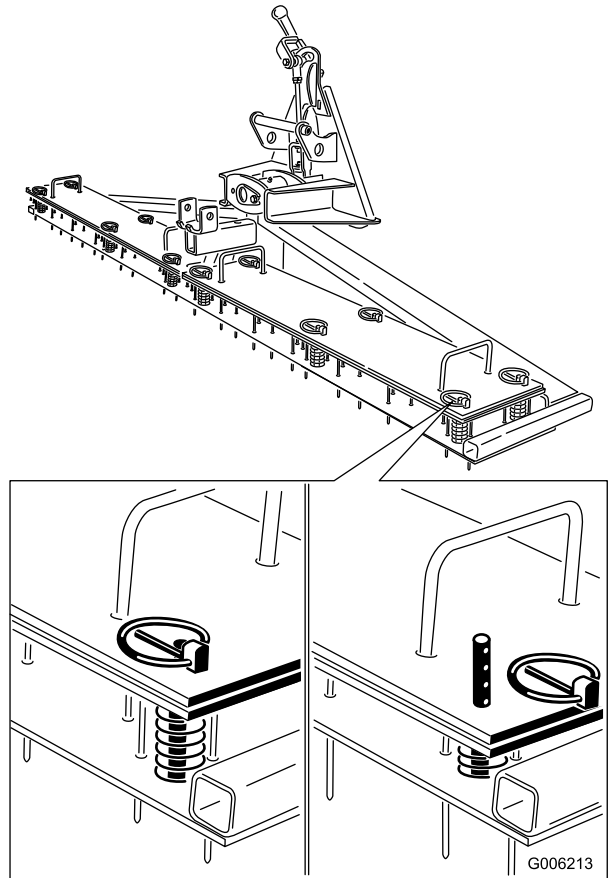

Figura 5
1. Rimuovete le coppie ad anello dai perni con testa (Figura 5).